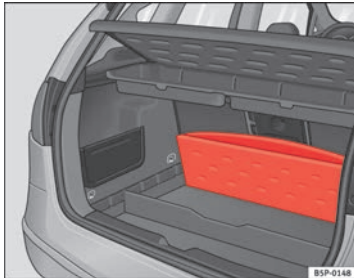

Abb. 105 Klappbarer Gepäckraumboden
- Den Gepäckraumboden anheben und vollständig nach hinten klappen ⇒ Abb. 105.